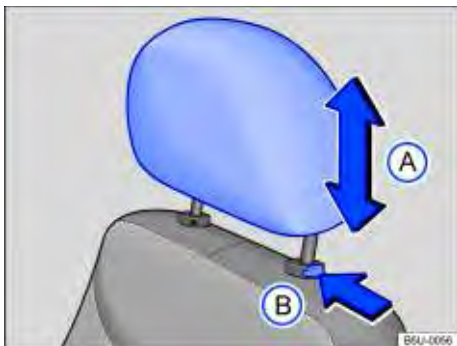

Fig. 44 Desinstalar o apoio para cabeça dianteiro.
- Pressionar a tecla ⇒ Fig. 44  no sentido da seta. Retirar o apoio para cabeça com a tecla pressionada.